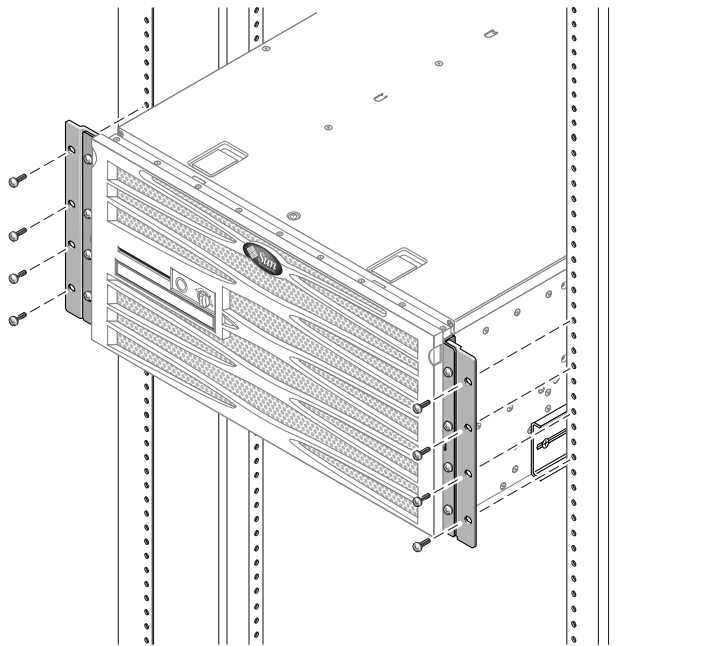

FIGURA 3-21 Fissaggio delle staffe di regolazione anteriori per rack da 600 mm al rack
9. Utilizzando quattro viti per lato, fissare le staffe di regolazione anteriore per rack da 600 mm alla parte anteriore del rack (FIGURA 3-21).